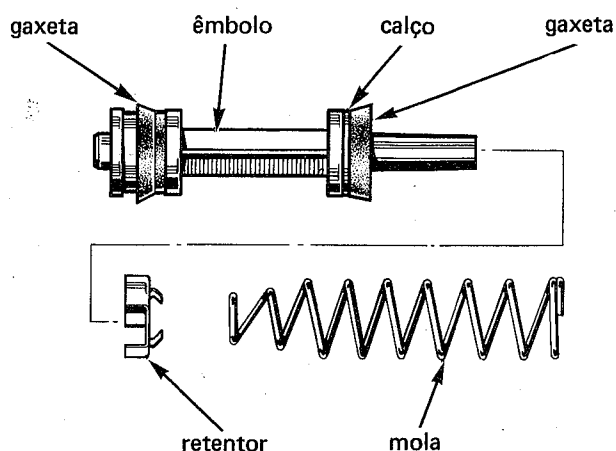

fig. 49
7. Remover a mola do êmbolo secundário e retirar cuidadosamente as suas gaxetas (fig. 49)
2. Instalar a mola e novas gaxetas no êmbolo secundário, certificando-se do seu correto posicionamento (fig. 49)